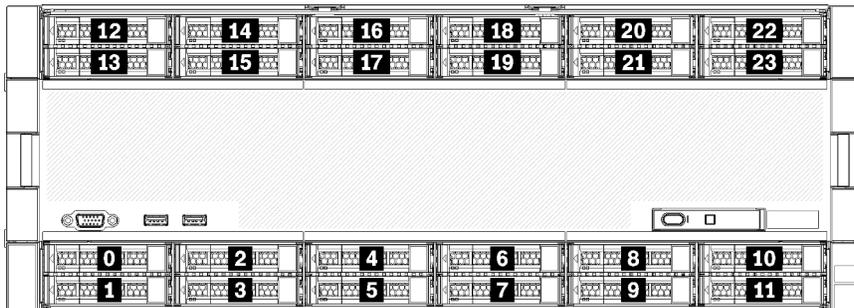

Abbildung 5. Position der Laufwerke
- Die oberen zwei Laufwerke unterstützen Laufwerke mit SAS-, SATA- oder NVMe-Schnittstelle (Lenovo AnyBay). Der Server unterstützt je nach Serverkonfiguration bis zu 12 NVMe-Laufwerke. Die NVMe-fähigen Laufwerkpositionen sind die geradzahligen Positionen, wie dargestellt in Abbildung 5 „Position der Laufwerke“ auf Seite 15.